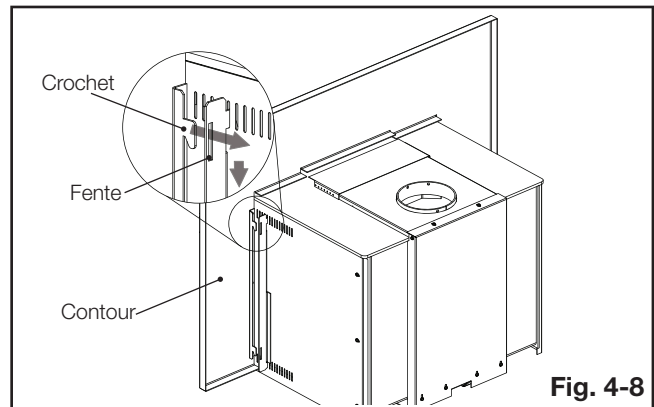

Fig. 4-8
- B. Placez les crochets sur le contour dans les fentes dans les supports précédemment installés en étape A (Fig. 4-8).